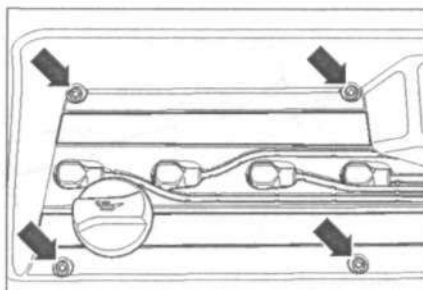

Рис. 2.9. Открутите болты (стрелки) и снимите крышку двигателя.
24. Открутите болты (стрелки) и снимите крышку двигателя (рис. 2.9).